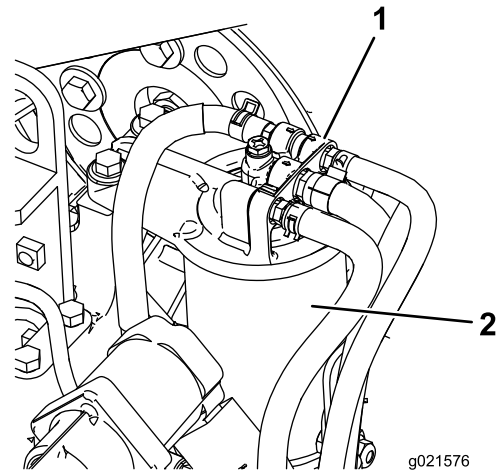

図 77
1. 燃料フィルタのヘッドの周囲をきれいに拭く 図 77。
2. フィルタを外してフィルタヘッドの取り付け部をきれいに拭く 図 77。